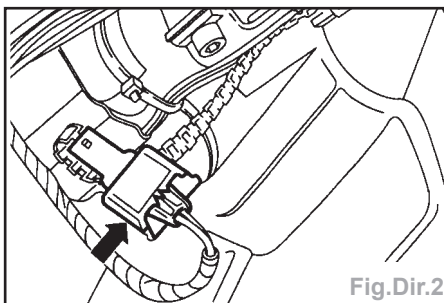

Fig.Dir.2
- Débrancher la fiche (flèche) (Fig.Dir.2).